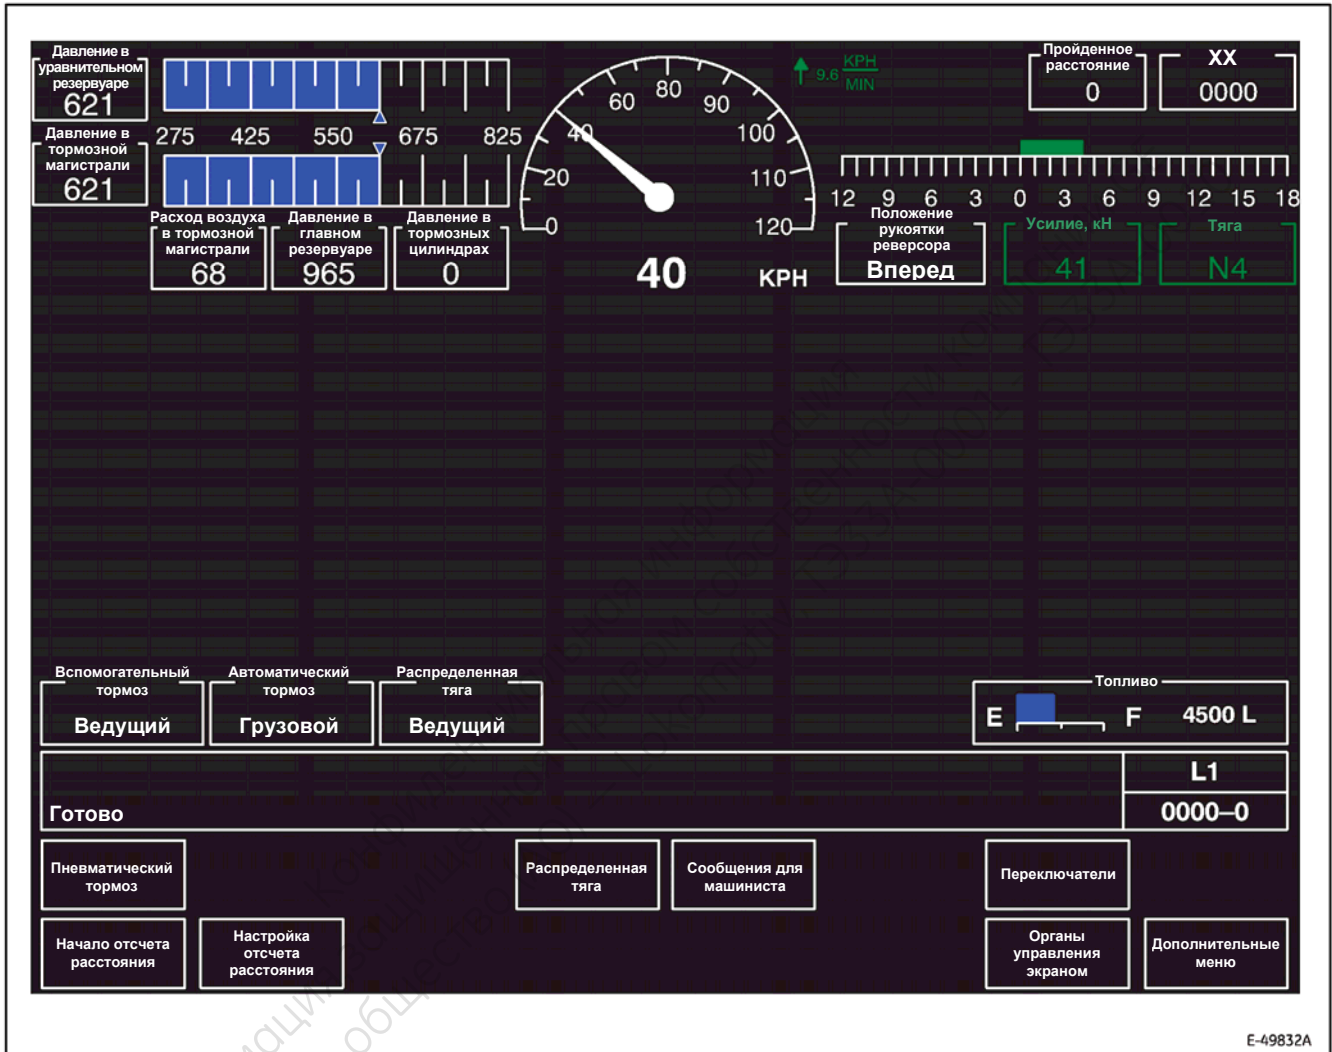
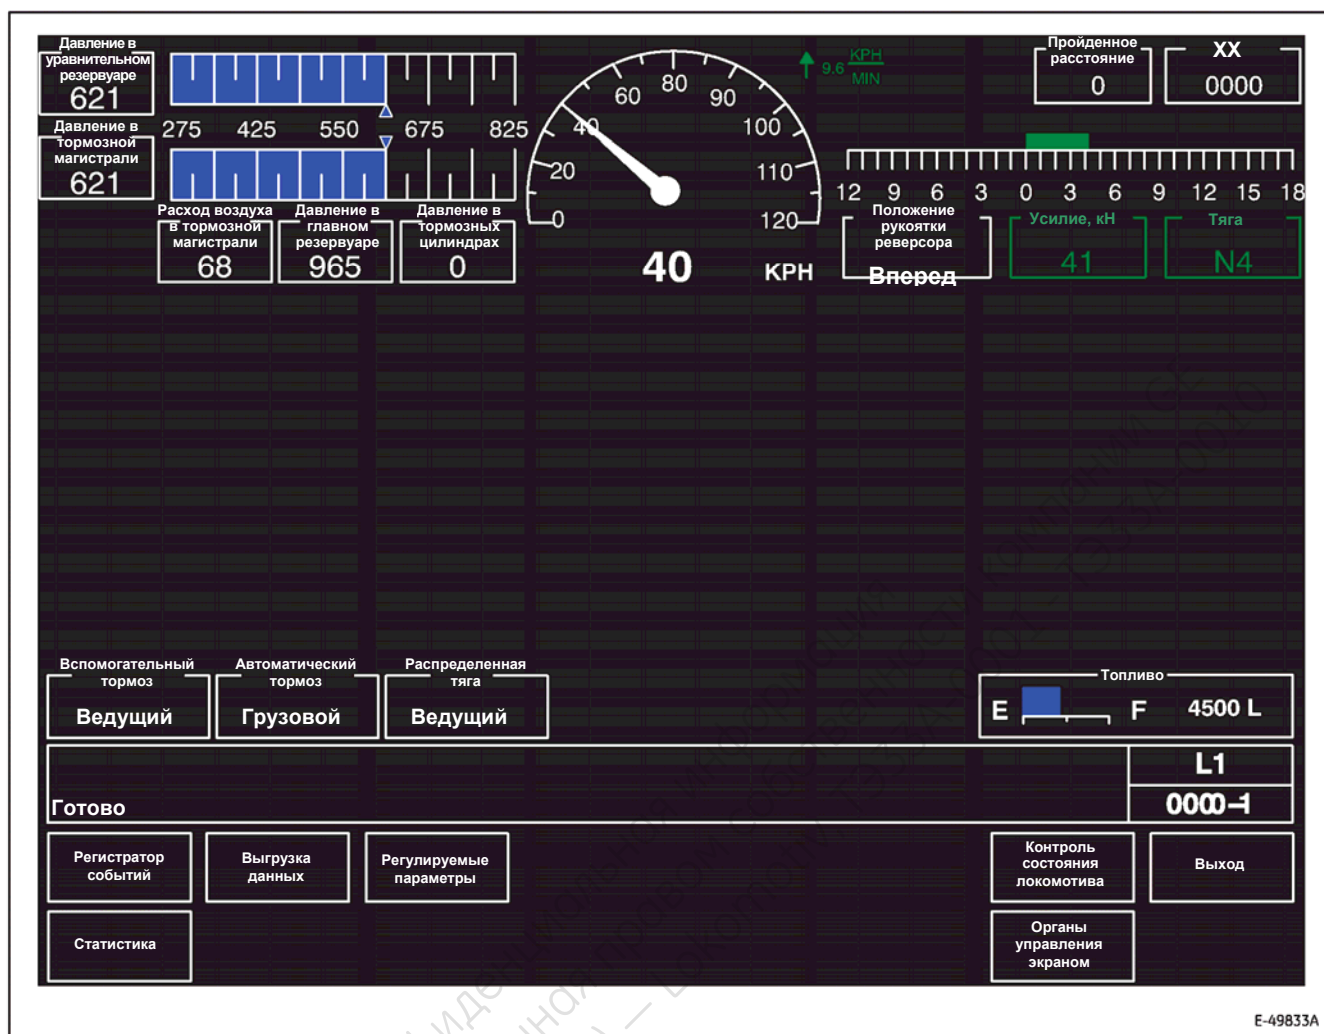
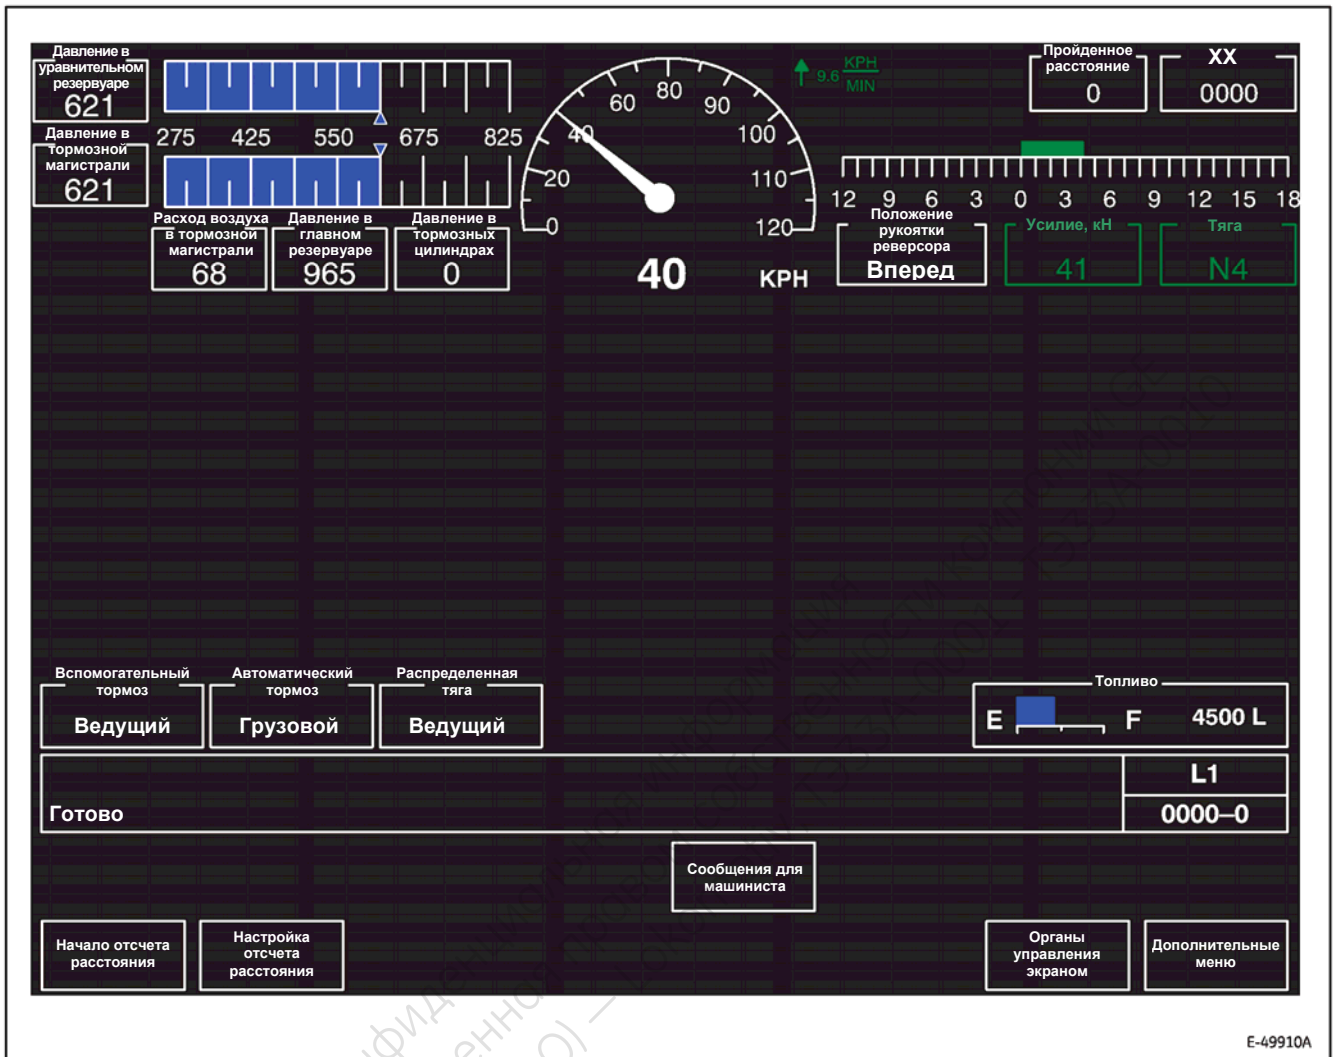
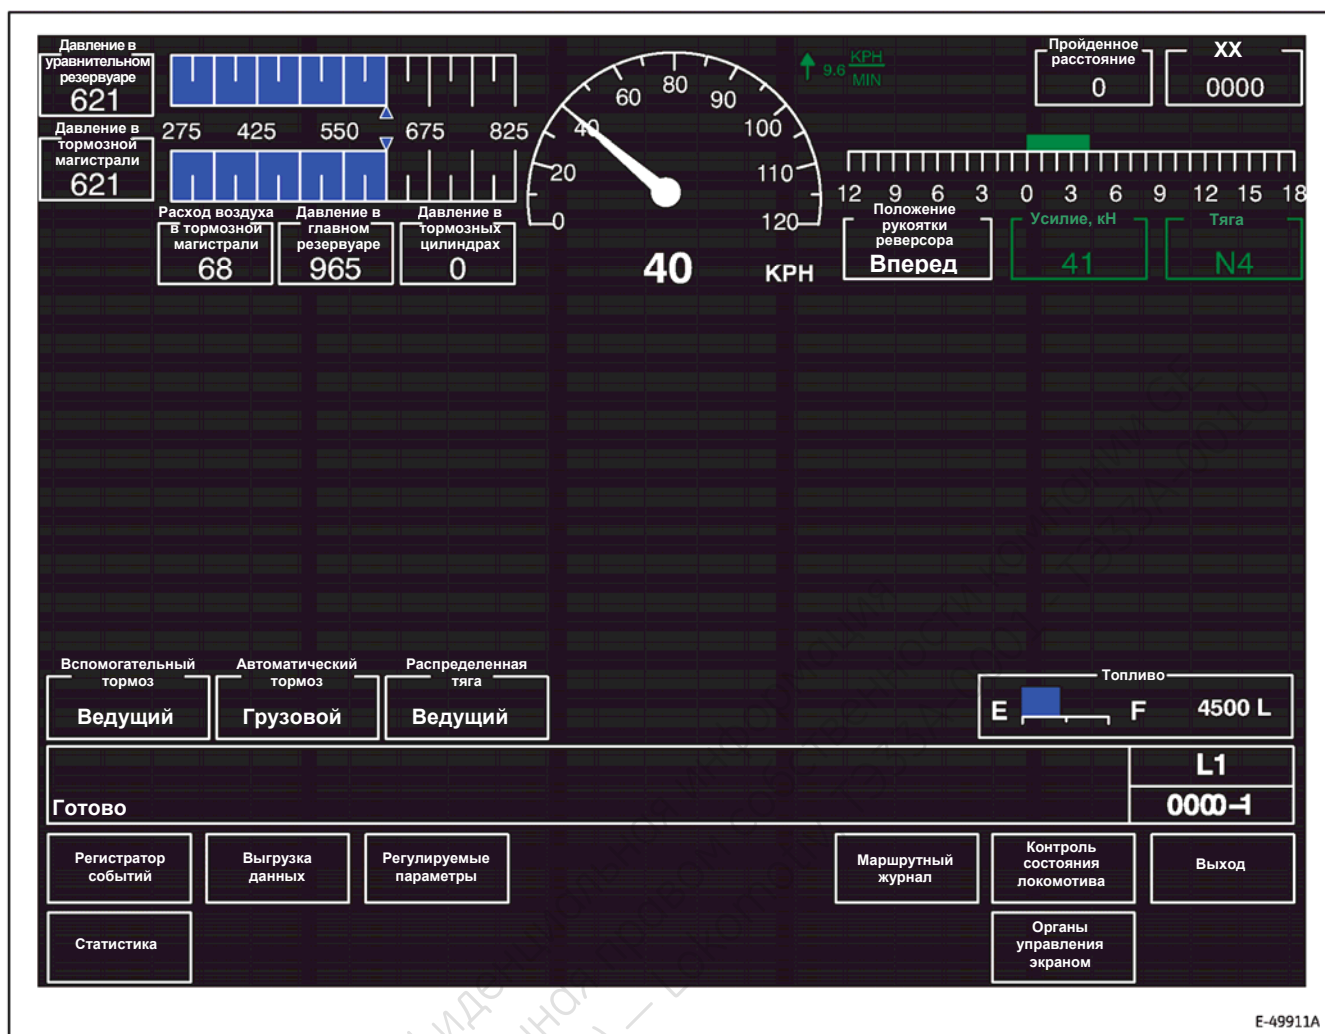

Рис. 44. Главное рабочее окно LOD (0000-0).
Рис. 45. Окно дополнительных меню LOD (0000-1).
Рис. 46. Главное рабочее окно AUX (0000-0).
Рис. 47. Окно дополнительных меню AUX (0000-1).
Из каждого главного рабочего окна можно перейти к дополнительному окну, нажав клавишу 8 (**More Menu** («Дополнительное меню»)). Графическое представление функций, доступных в Главных рабочих окнах LOD и AUX (0000–0, Рис. 44 и Рис. 46), и рабочих окнах Дополнительных меню LOD и AUX (0000–1, Рис. 45 и Рис. 47) изображено на соответствующих рисунках.
Нажмите клавишу F1 (**Air Brake**, («Пневматический тормоз»)) при открытом главном рабочем окне (0000–0, Рис. 44), чтобы перейти к окну настройки комплекса EAB (2005–0, Рис. 48). Ниже указаны активные клавиши и приведено краткое описание работы:
3. Чтобы вернуться в главное рабочее окно (0000–0, Рис. 44) с сохранением первоначальной настройки, нажмите клавишу F8 (**Exit («Выход»**)).
2. Нажмите клавишу F1 (**Air Brake, («Пневматический тормоз»)**) при открытом главном рабочем окне (0000-0, Рис. 44), чтобы перейти к окну настройки комплекса EAB (2005-0, Рис. 48).
8. Вспомогательный и автоматический тормоз работают в режиме полного контроля поездного торможения. Нажмите клавишу F8 (**Exit («Выход»)**) при открытом окне настройки EAB (2005-0, Рис. 48), чтобы вернуться в главное рабочее окно (0000-0, Рис. 44).
3. Пока система разряжается, нажмите клавишу F1 (**Air Brake, («Пневматический тормоз»)**) при открытом главном рабочем окне (0000-0, Рис. 44), чтобы перейти к окну настройки комплекса EAB (2005-0, Рис. 48).
8. Вспомогательный и автоматический тормоз работают в режиме частичного контроля поездного торможения. Нажмите клавишу F8 (**Exit, («Выход»)**) при открытом окне настройки EAB (2005-0, Рис. 48), чтобы вернуться в главное рабочее окно (0000-0, Рис. 44).